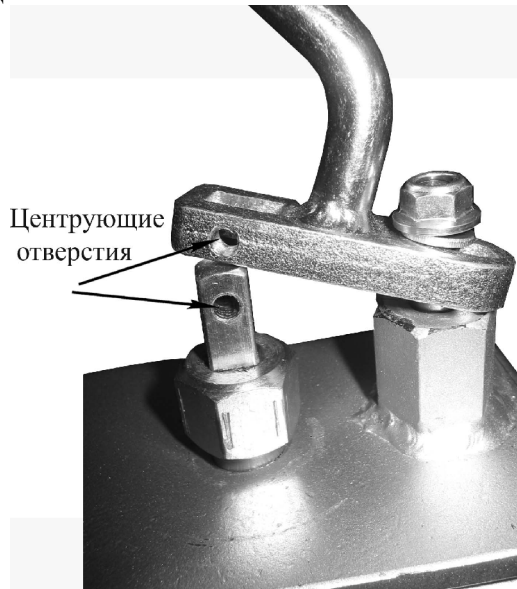

Рис. 6.
7. Установить овальное отверстие рукоятки на анкерный болт. Рис. 6.
10. Установить квадратное отверстие рукоятки на шток. См. Рис. 6.